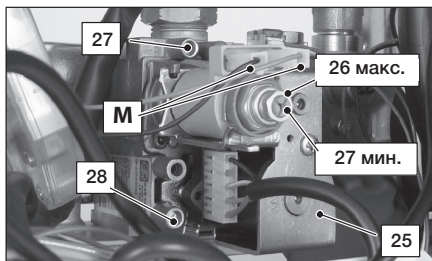

Рисунок 7.3
- Выключив котел (приведя его в нерабочее состояние), проверьте давление питания при помощи отвода 28 (см. Рисунок 7.3) и сравните считанное значение со значениями, приведенными в таблице «номинальное давление газа» в разделе «Технические характеристики» на с. 21.
- Тщательно закройте отвод для замера давления 28 (см. Рисунок 7.3).
- Откройте отвод для замера давления 27 (Рисунок 7.3) и подсоедините манометр.
Чтобы откалибровать давление в горелке, поверните большую шестиугольную латунную гайку модулирующего устройства 26 (макс.), см. Рисунок 7.3 (при вращении гайки по часовой стрелке давление увеличивается).
- Отсоедините один из двух проводов питания «С» модулирующего устройства 26. Внимательно следите за тем, чтобы не прикасаться к металлическим частям котла (см. Рисунок 7.3).
- Подключите провод питания «С» к модулирующему устройству (Рисунок 7.3).
- Закройте отвод для замера давления 27 (Рисунок 7.3).
**Важно! Измерив давление газа, необходимо тщательно закрыть отводы, использованные для замера давления (28 и 27, Рисунок 7.3). После проведения всех операций по регулировке газа необходимо опломбировать регулировки клапана.**
- Откройте отвод для замера давления 27 (Рисунок 7.3) и подключите манометр.